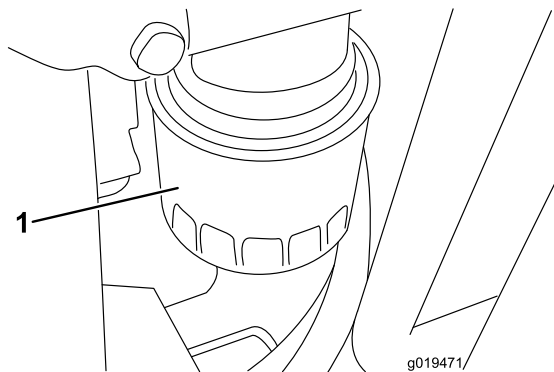

Figura 55
2. Togliete il filtro dell'olio (Figura 55). Applicare un velo di olio pulito sulla tenuta del nuovo filtro prima di avvitare. Non serrate troppo.